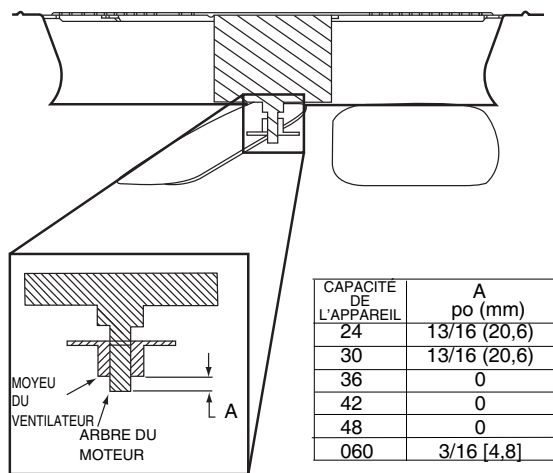

Figure 19 – Réglage du ventilateur extérieur
- Assurez-vous de remettre la pale de ventilateur dans la position indiquée à la Figure 19. Serrez les vis de fixation.